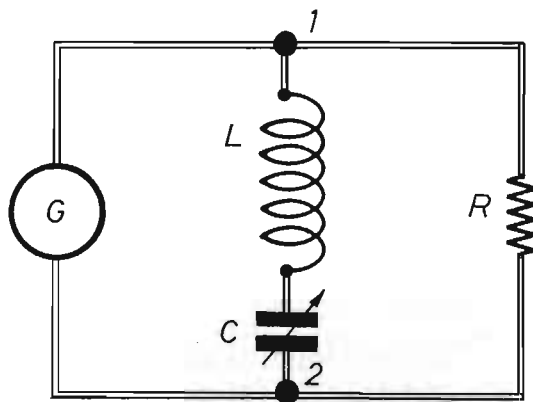

Fig. 3 - Circuito di applicazione teorica del filtro di notch, collegato in parallelo con il generatore ( $G$ ) di segnali e con l'impedenza di carico  $R$ .
Fig. 3 - Di notte, due soli strati ionizzati avvolgono la terra. Quello segnalato con la lettera E riflette entrambi i segnali radio corrispondenti alle onde lunghe (OL) e a quelle lunghissime (OLL).